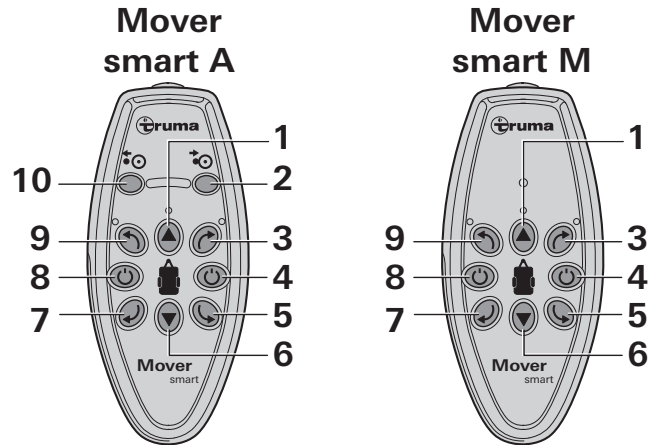
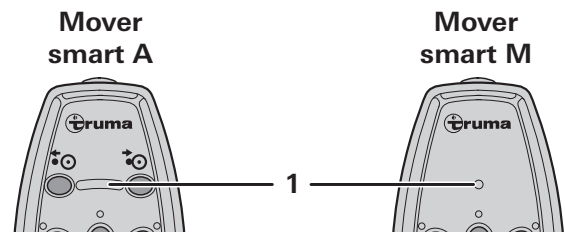

Figura 2
Figura 6
- Pulsar el botón (figura 2 - 8) del mando a distancia hasta que se iluminen los LED (figura 6 - 1).
**!** El botón de desconexión (figura 2 - 4) del mando a distancia sirve también como «interruptor de paro de urgencia». En caso de anomalías, p. ej. comportamiento sin control del Mover, el botón de desconexión debe pulsarse inmediatamente.
- Mover con los botones de dirección (figura 2 - 3/5/6/7/9) la caravana en la dirección deseada.
**i** Si se pulsan al mismo tiempo los botones de dirección opuestos (figura 2 - 5/9 o 3/7), la caravana girará sobre su propio eje en la dirección correspondiente.
- Durante la conducción (hacia adelante/hacia atrás) la dirección de marcha puede modificarse con los botones de dirección (figura 2 - 3/9 y 5/7).
– Pulsar el botón (figura 2 - 4) del mando a distancia. La iluminación LED se apaga.